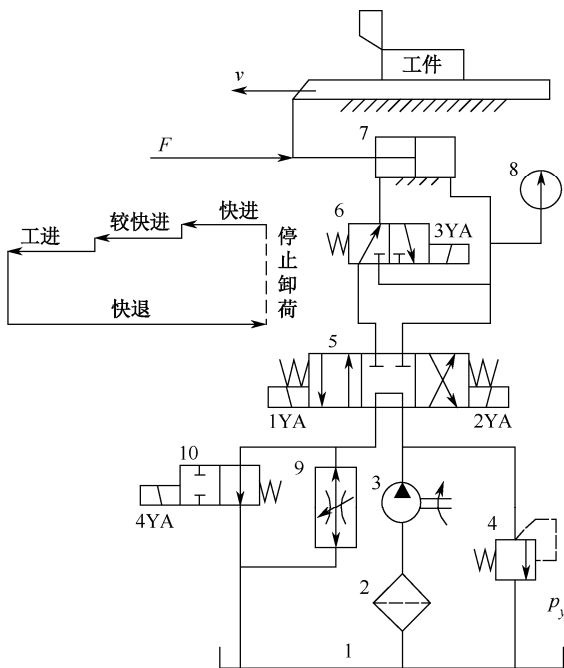

图 3-1-9
3. 图 3-1-9 所示为某机床动力滑台的液压系统。该系统能实现“快进→较快进→工进→快退→停止卸荷”的工作循环。试回答下列问题。